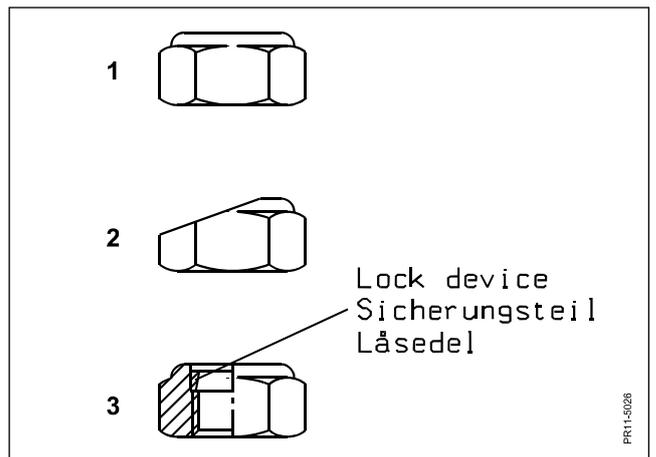

Fig. 5-14
- Fig. 5-14 L'écrou spécial doit être remplacé si: